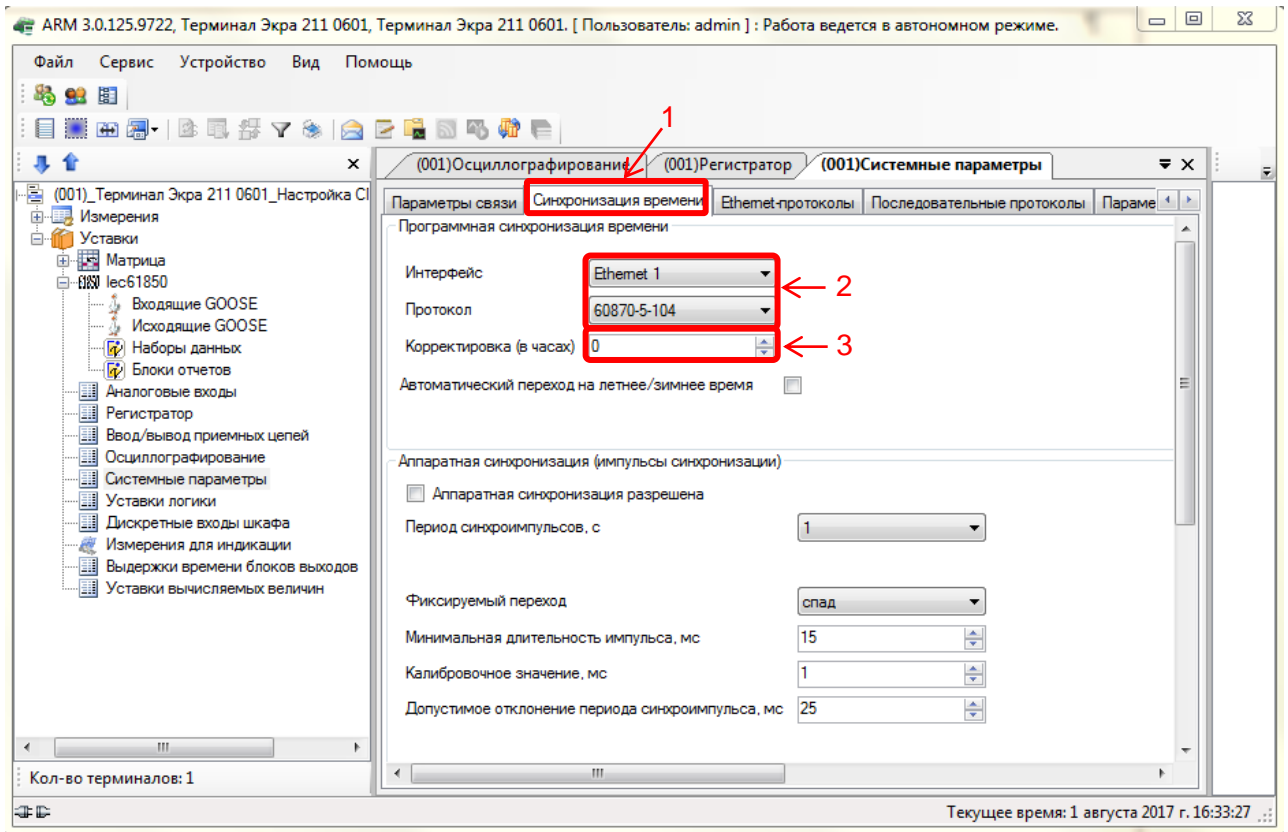

Рисунок 6 – Настройка синхронизации времени по протоколу МЭК 60870-5-104
2.5.3 На вкладке **Синхронизация времени** (см. рисунок 6, обозначение 1) в выпадающем списке **Интерфейс** выбрать интерфейс **Ethernet** и указать протокол (см. рисунок 6, обозначение 2).
2.5.4 Если необходимо задать значение корректировки внутренних часов терминала относительно временной метки, передаваемой по протоколу МЭК 60870-5-104 (см. рисунок 6, обозначение 3) выставить требуемую разницу в соответствии с проектом. Значение по умолчанию 0.